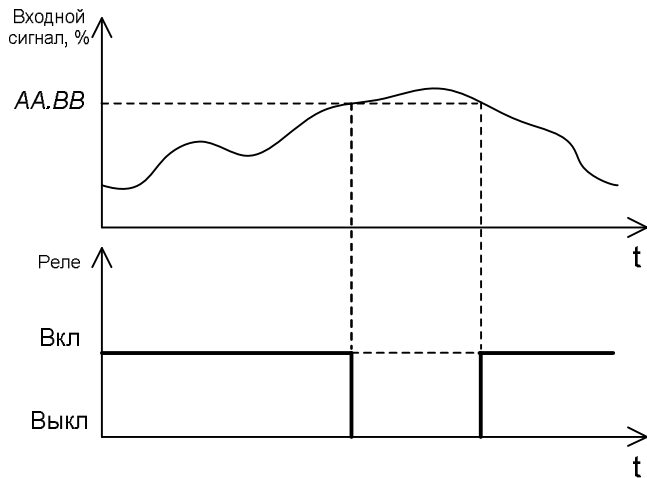

Рисунок 3 – Обратная функция: реле срабатывает, если входной сигнал меньше уровня сигнализации, сброс реле, если больше
F.2	Обратная функция компаратора. Реле срабатывает, если входной сигнал меньше значения параметра СИГН. УР. См. рисунок 3.